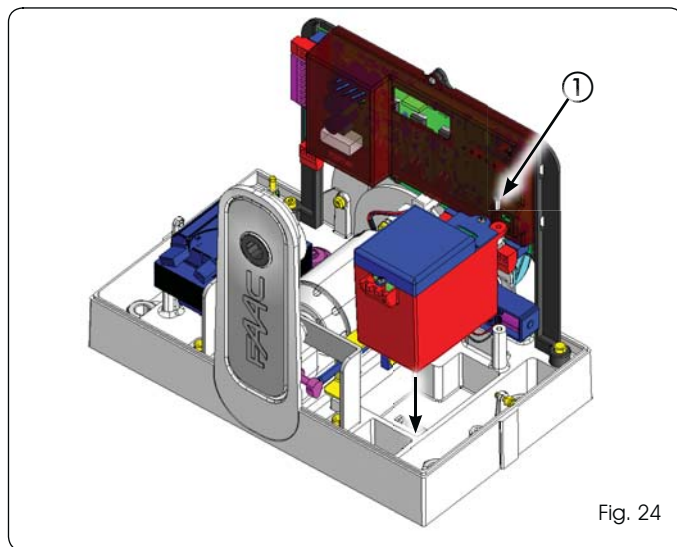

Fig. 24
Instalar o kit bateria como indicado na Fig. 24 introduzindo na específica sede e bloqueando-o com o parafuso ref. ①. Liga-lo ao específico conector na placa (vedi istruzione relativa). Para qualquer informação sobre o kit baterias referir-se à específica instruções.